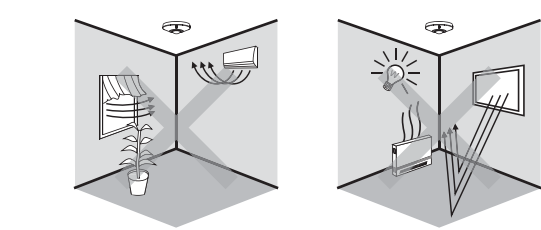

Figura 4
- Uma vez que o detector responde o mudanças de temperatura, por favor, evite as seguintes condições (Veja a figura 4):